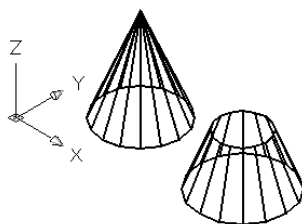

Рис. 11.7. Поверхность полигонального полного и усеченного конуса
- Результат представлен на рис. 11.7.